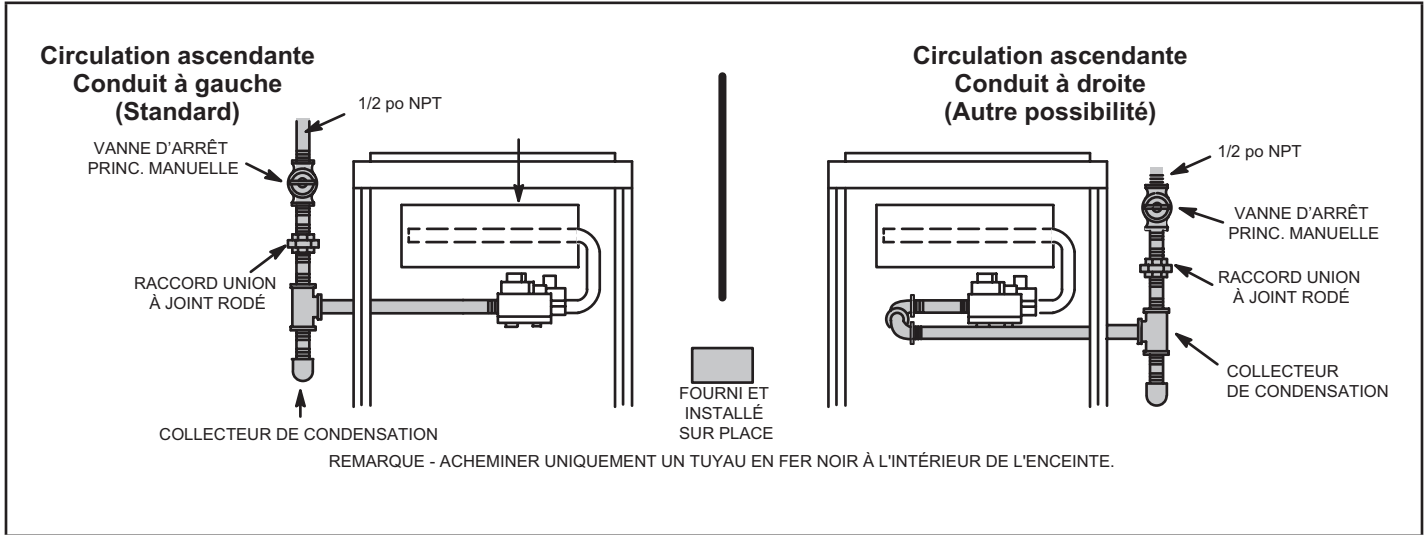
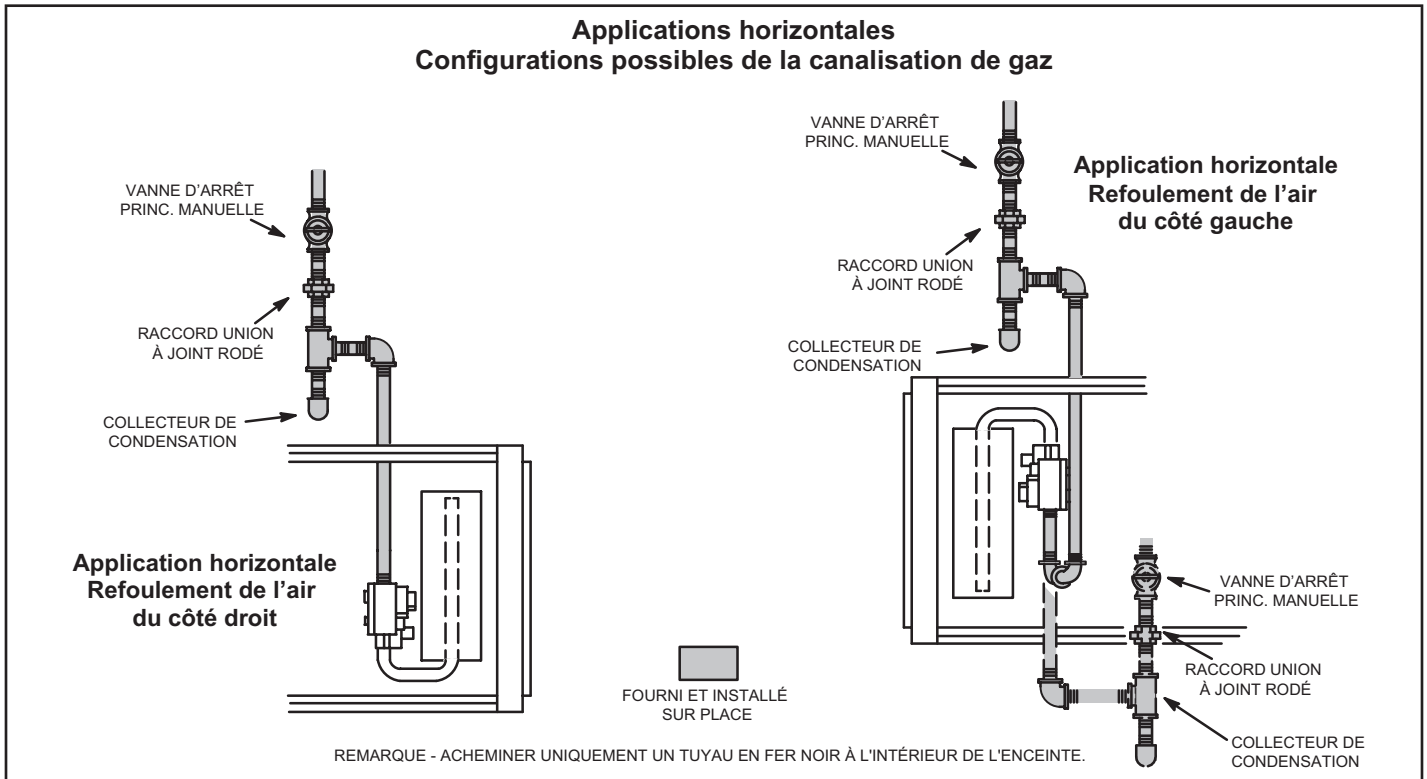

FIGURE 56
FIGURE 57
- 1 - La canalisation de gaz peut pénétrer dans l'appareil par le côté droit ou le côté gauche. La canalisation d'alimentation entre dans la vanne de gaz par le côté de la vanne, comme illustré à la FIGURE 56. Connecté la canalisation de gaz sur la vanne. La canalisation de gaz doit être serrée à à un couple minimum de 350 livres et un maximum de 800 livres sur la vanne de gaz.
- 3 - La canalisation de gaz ne doit pas traverser les conduits d'air, les chutes à linge sale, les cheminées ou conduits d'évacuation des gaz, les monte-plats ou les cages d'ascenseur. Centrer la canalisation de gaz dans l'ouverture. La canalisation de gaz ne doit pas toucher le côté de l'unité. Voir FIGURE 56 et FIGURE 57.